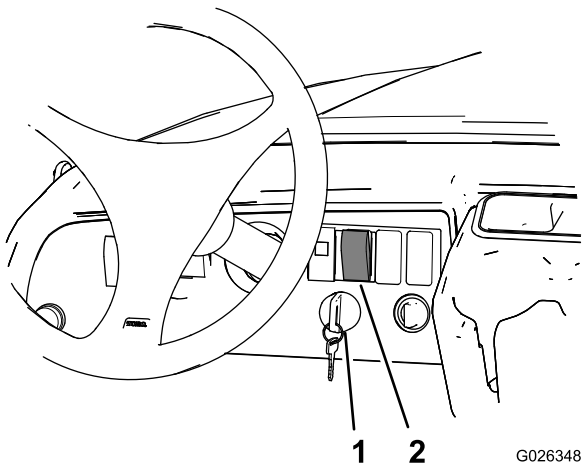

Figura 22
3. Rode a ignição para a posição On (ligar) (Figura 22).
4. Pressione a ignição da parte de cima do elevador da caixa de carga até que o accionador esteja completamente estendido (Figura 22).
5. Rode a ignição para a posição Off (desligar) (Figura 22).